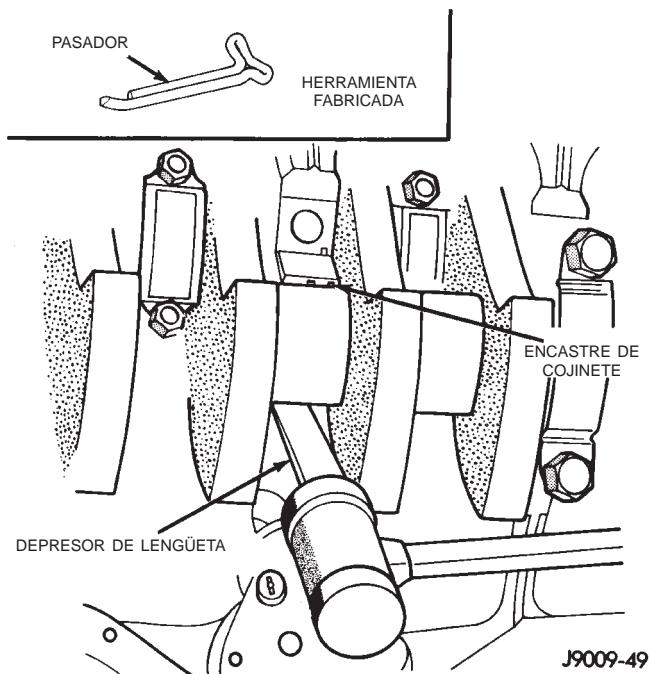

Fig. 55 Desmontaje de encastres superiores
(6) Retire el encastre inferior de la tapa de cojinetes.
(7) Retire el encastre superior AFLOJANDO (SIN DESMONTAR) el resto de las tapas de cojinete. Luego inserte un pasador pequeño en el orificio de aceite del gorro del cigüeñal. Para construir el implemento adecuado, doble el pasador como se indica en la ilustración (Fig. 55). Utilice el implemento que ha construido para hacer girar el cigüeñal, de modo que el encastre del cojinete superior gire en dirección a su lengüeta de traba. Puesto que no hay
orificio en el gorrón principal nº 3, utilice un depresor de lengüeta u otra herramienta similar, de metal blando, para retirar el encastre del cojinete (Fig. 55). Una vez que haya extraído aproximadamente unos 25 mm (1 pulg.) del encastre, podrá retirarlo ejerciendo presión por debajo de la lengüeta.